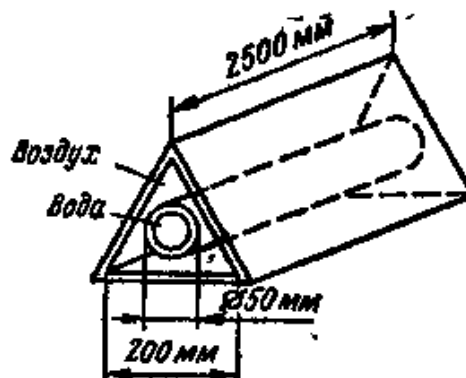

Рис. 2.
**Задача 3.** Для теплообменного устройства - труба в коробе с сечением равностороннего треугольника, изображенного на рис. 2, - найти коэффициент теплоотдачи горячим воздухом стенке внутренней трубы, по которой протекает вода. Температура воздуха на входе и выходе  $600$  и  $400^\circ\text{C}$ . Средняя скорость